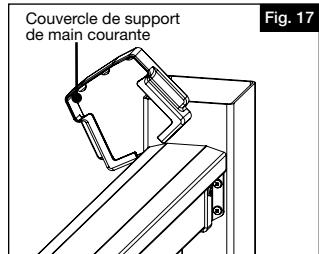

Fig. 17
- c. Ouvrir le couvercle du support de main courante supérieure pour qu'il puisse s'enrouler autour de la main courante (Fig. 17). Une fois le couvercle ouvert, s'assurer que la «languette» est positionnée derrière la main courante et contre le poteau.